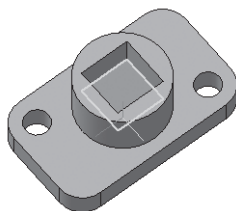

Рис. 244
- щелчком ЛКМ укажите грань (зеленая) для последующих построений (рис. 244);